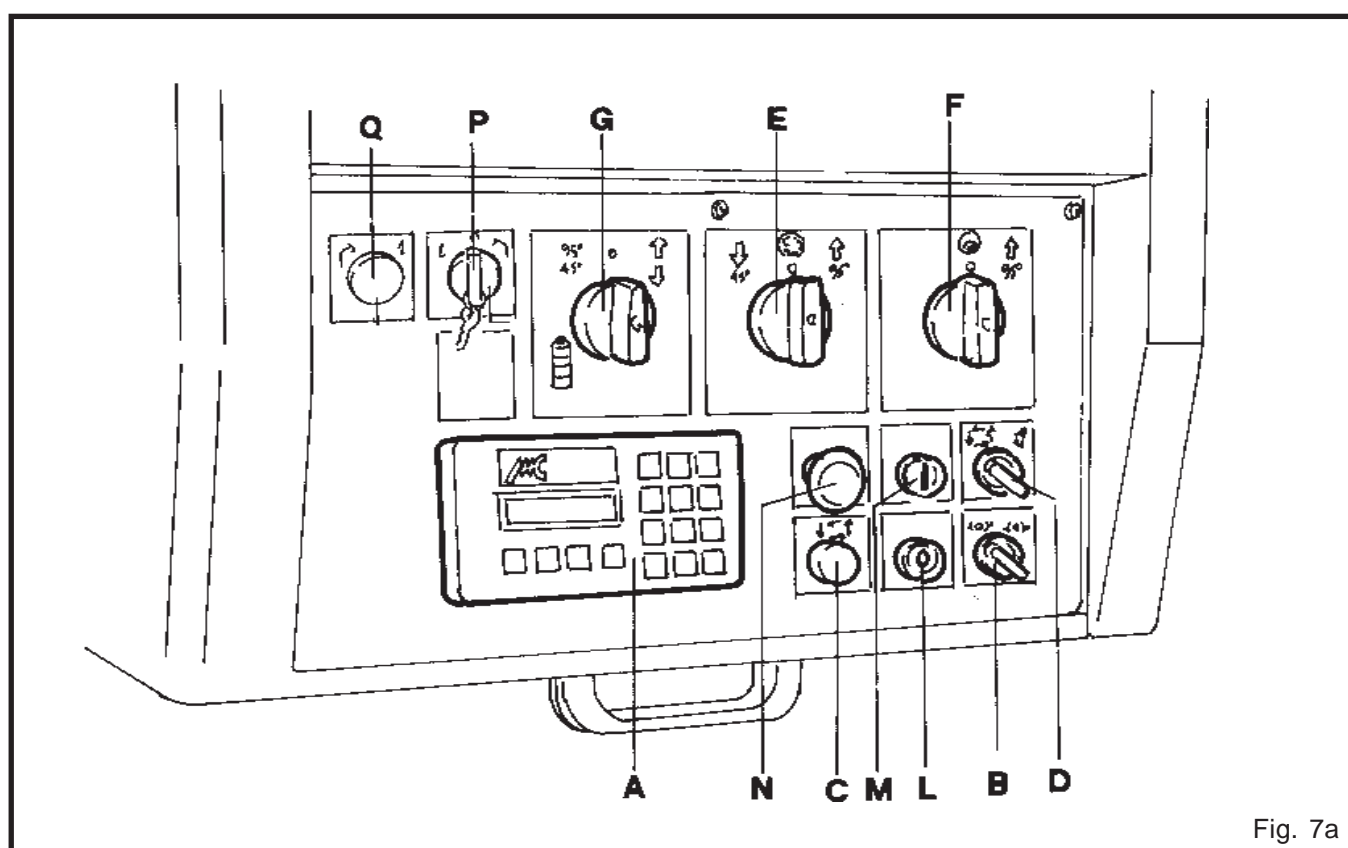

Fig. 7a
3.1.2 QUADRO COMANDO PENSILE (Optional) fig. 7a
3.1.2 PENDANT CONTROL PANEL (Optional) fig. 7a
3.1.2 TABLERO DE ACCIONAMIENTO COLGANTE fig. 7a